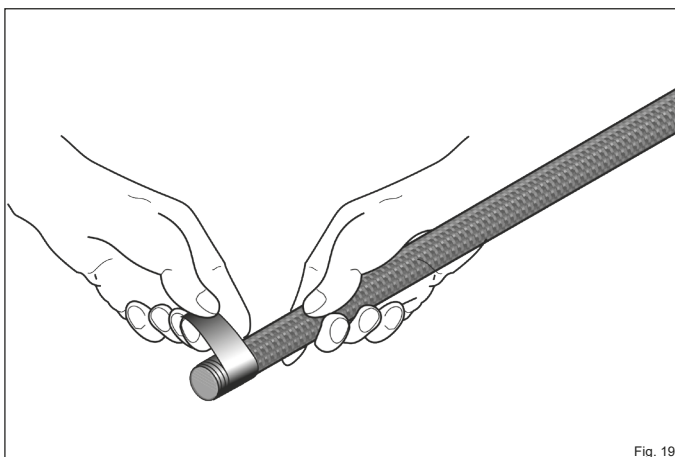

Fig. 19
- ▶ Enveloppez le nouveau joint avec le ruban de cuivre d'un côté sur une longueur d'environ 3 cm (Fig. 19).